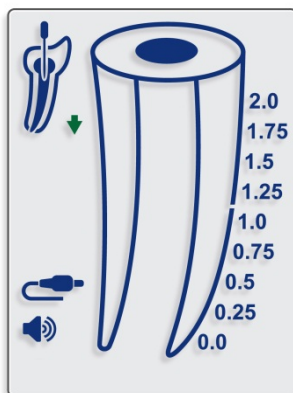
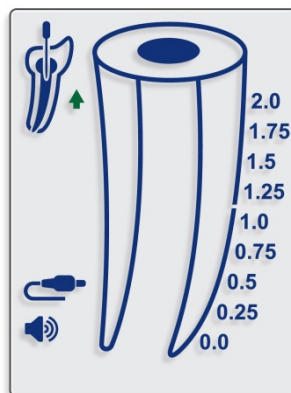

Fig. 5
Fig. 6
7.4.10. Le mouvement de la lime dans le canal est indiqué par les flèches BAS (fig. 5) et HAUT (fig. 6) à l'écran.